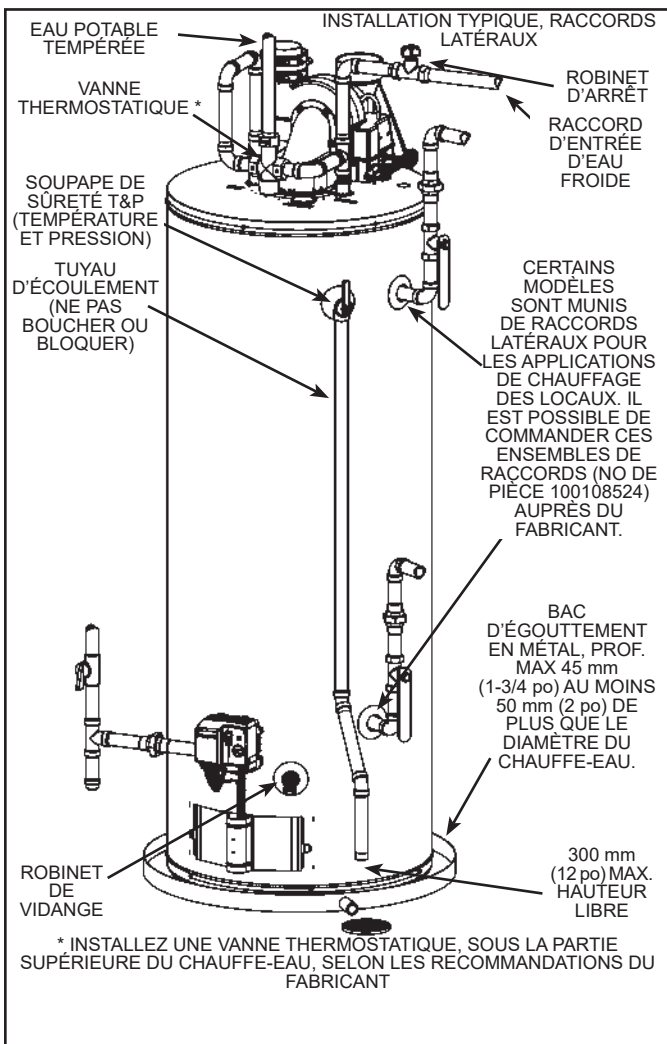
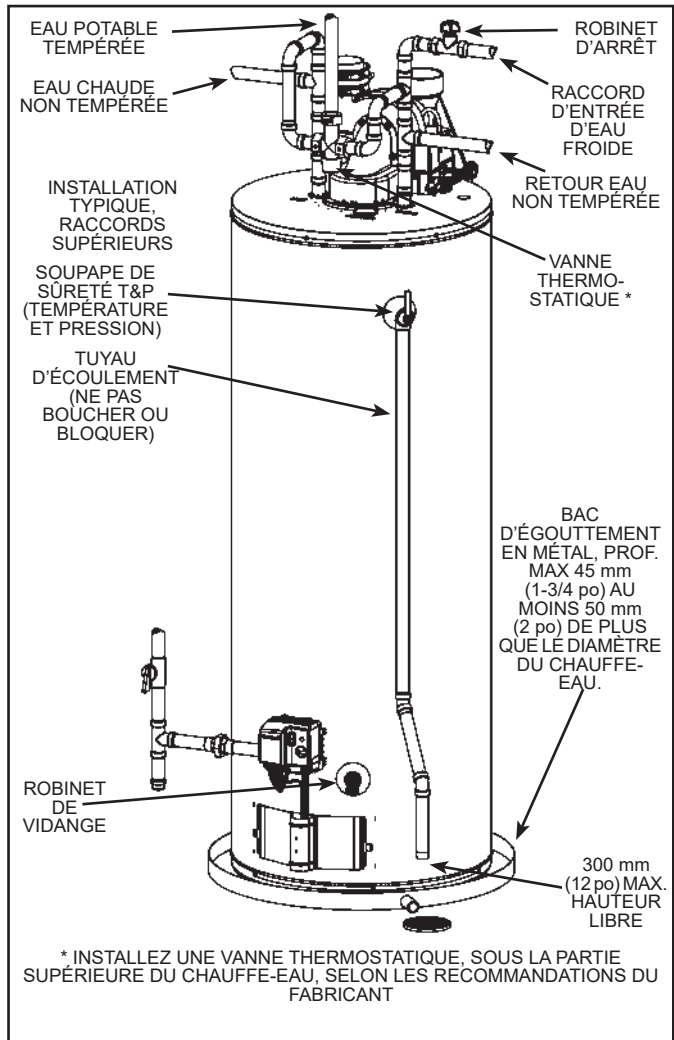

Figure 7.
Figure 8.
À la livraison, les raccords latéraux des modèles pour le chauffage combiné sont **bouchés** (items 6 et 9 dans Figure 1). Voir aussi Figure 7. **Retirez les bouchons défonçables** des raccords latéraux avant d'installer ce chauffe-eau dans une application de chauffage combiné.
En plus de régler l'appareil à la plus faible valeur permettant de satisfaire vos besoins en eau chaude, vous pourriez installer une vanne thermostatique directement à la sortie du chauffe-eau (voir Figure 7 et Figure 8) ou des robinets thermostatiques aux points d'utilisation. Les robinets et vannes thermostatiques sont vendus dans la plupart des plomberies et quincailleries. Consultez un installateur qualifié ou un centre de service. Suivez les directives d'installation du fabricant du robinet ou de la vanne thermostatique. Avant de modifier les réglages d'usine du thermostat, veuillez lire la section "Fonctionnement du système de commande de la température" du présent manuel.